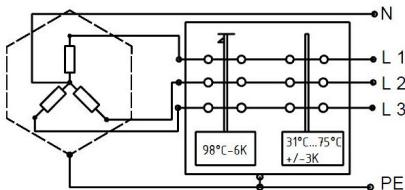

Figura 1: Conexión trifásica de 400V (Configuración de fábrica)
29. Los calefactores tubulares con rosca disponen por defecto de una conexión trifásica en estrella de 400V y están diseñados para su control directo (Figura 1). El punto neutro no debe estar conectado con el conductor de protección. Para potencias de hasta 3 kW